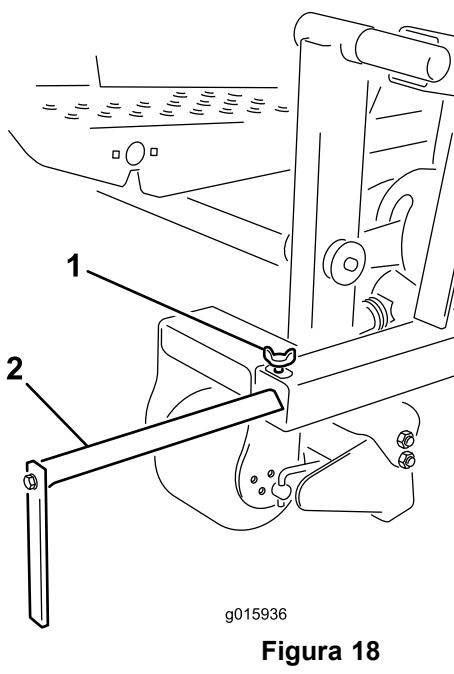

Figura 18
1. Desaperte o parafuso e ajuste o guia de alinhamento para antes ou depois da posição desejada (Figura 18).